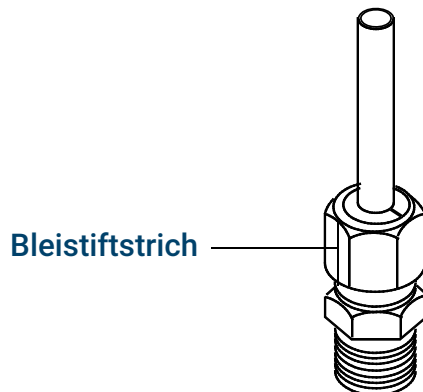

Abbildung 18. Markieren der Armatur
6. Markieren Sie die Mutter mit einem Bleistiftstrich. Siehe **Abbildung 18**.